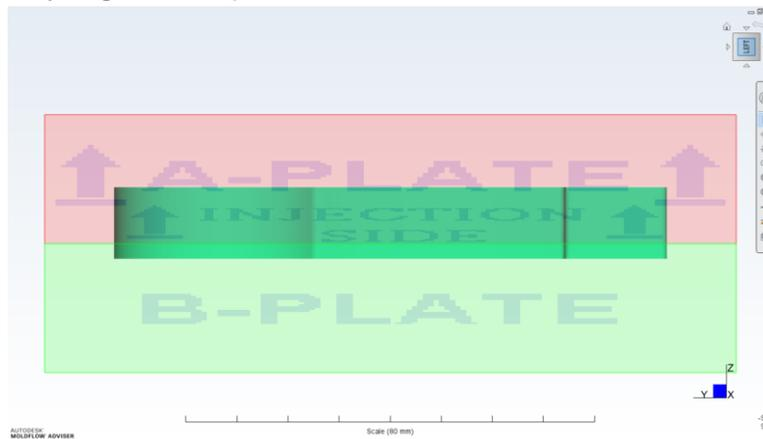
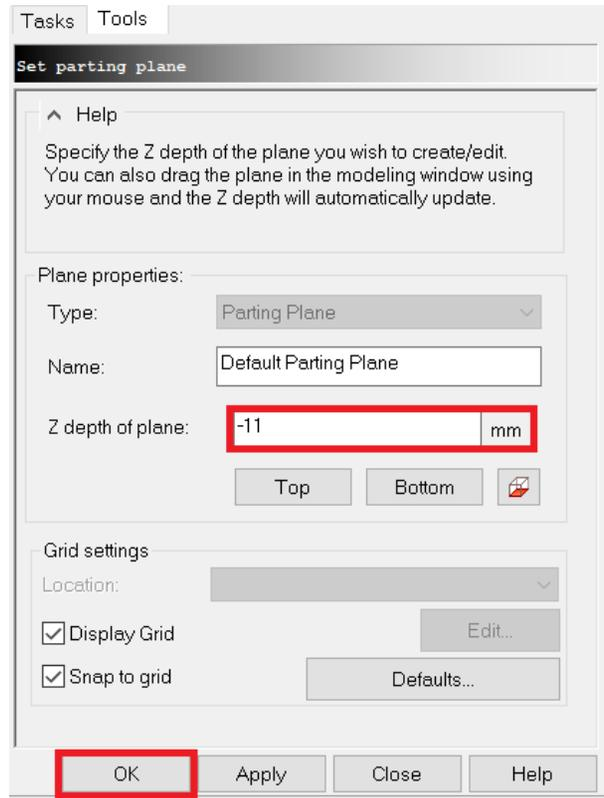

Figura 6.26 Vista lateral plano de partición.
Figura 6.27 Profundidad del plano.
- Elegir la altura a la cual se desea la partición de la pieza, la cual es $Z = -11$ (Figura 6.26 y Figura 6.27).